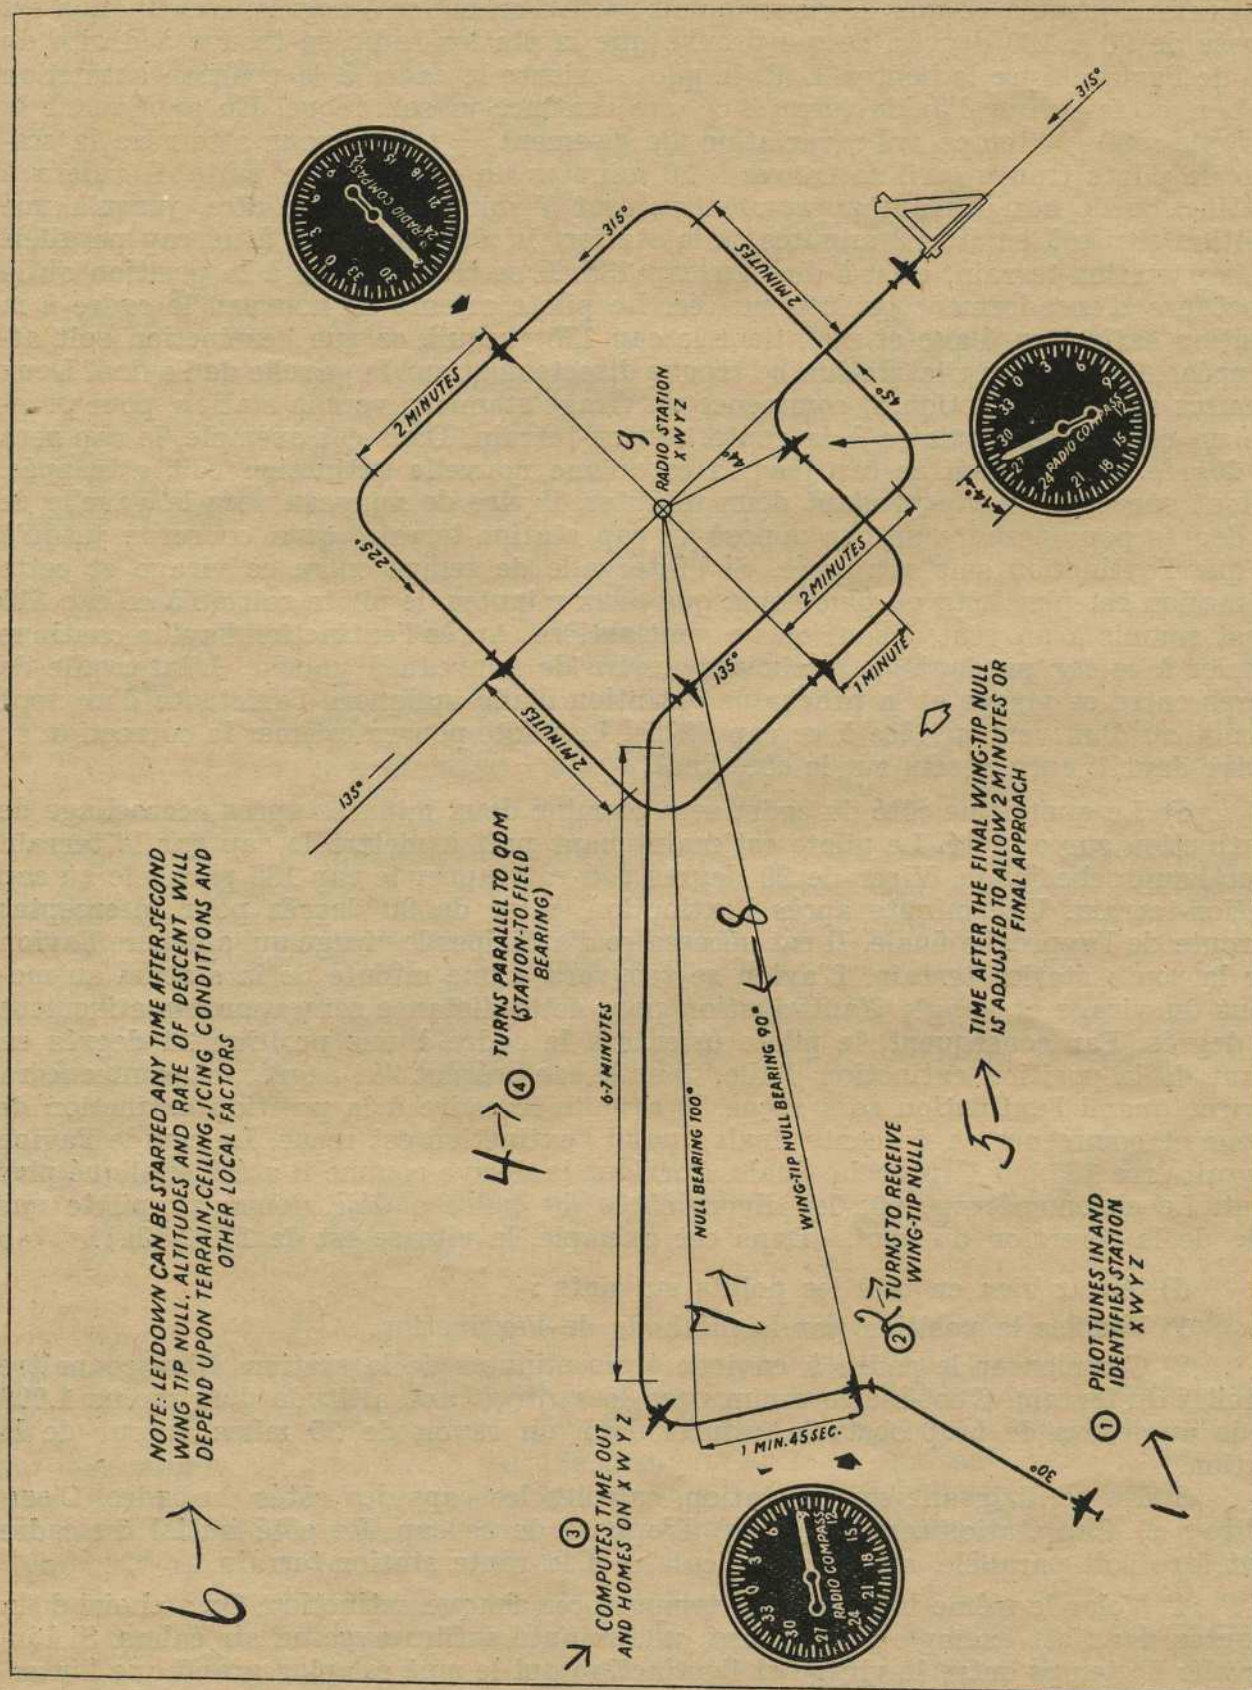

FIGURE 52. — ORIENTATION ET ENCADREMENT
a) La figure 52 donne graphiquement les détails d'une orientation à l'extinction et d'un encadrement. Dans cet exemple, le pilote vient de s'apercevoir que son radio-compas automatique ne fonctionne qu'à la position LOOP. A son point d'arrivée se trouve une station-radio « XWYZ », à 8 miles du terrain d'atterrissage. Le cap magnétique station-terrain est 135 degrés. Par la navigation à l'estime, le pilote est arrivé à la position 1° et il vole au cap de 30 degrés. Orientant le cadre à la position maximum d'intensité, le pilote est capable d'accrocher et d'identifier la station radio « XWYZ ».